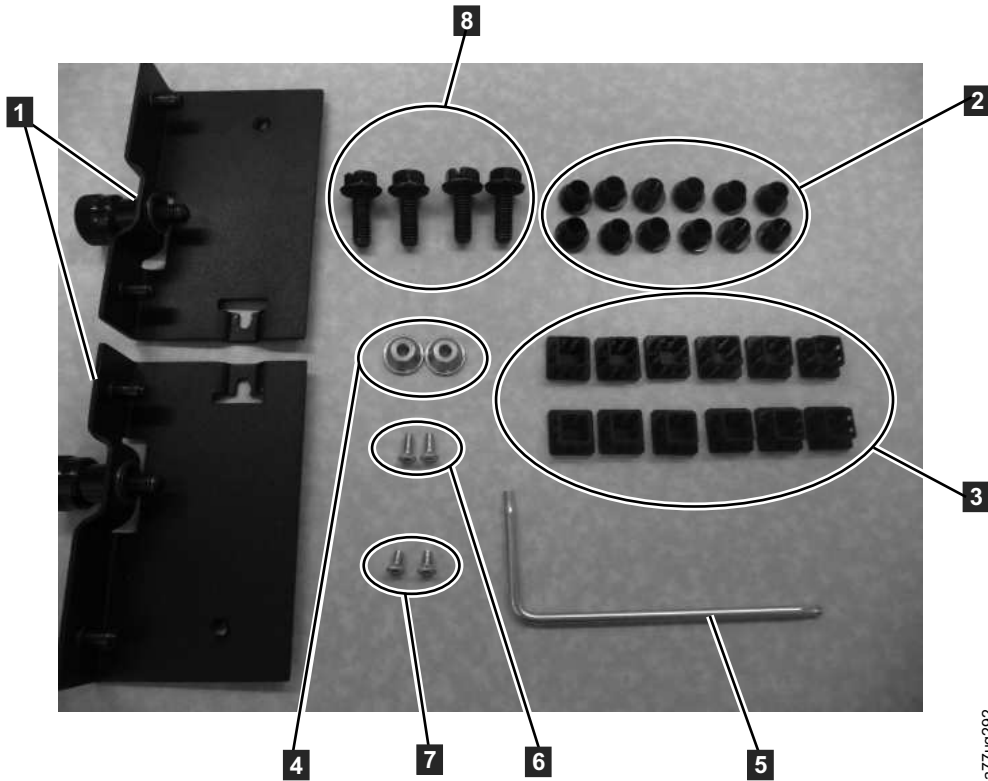

图 25. 机架套件 B 安装硬件
- 2 个安装支架（含指旋螺钉）（图 25 中的 **1**）
- 1 把 Torx 扳手（图 25 中的 **5**）